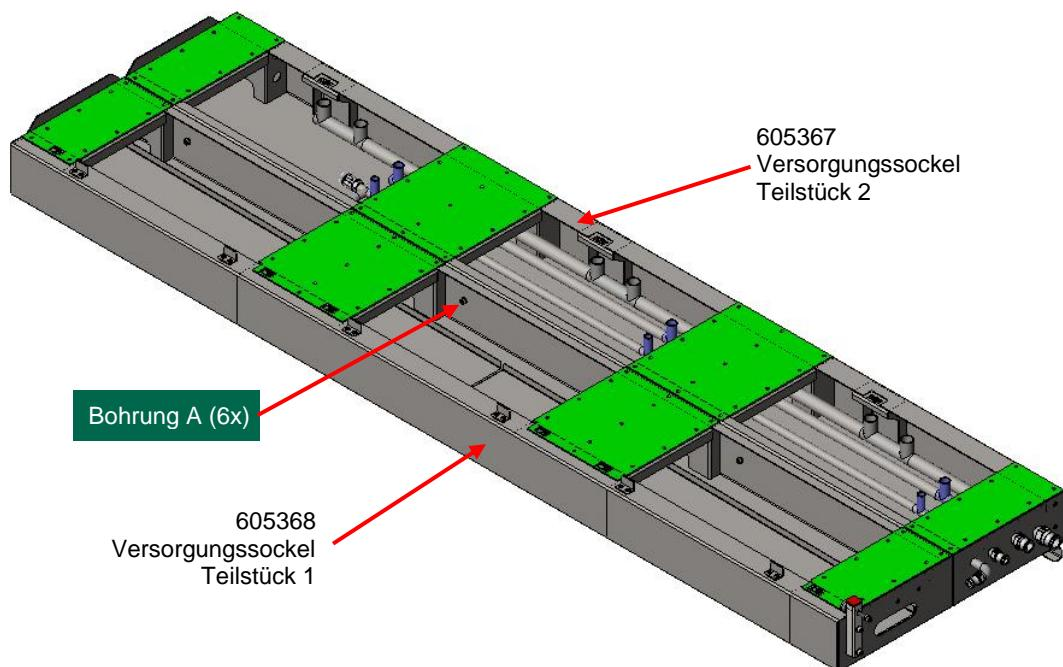

Abb. 4: Verschrauben der beiden Hälften des Versorgungssockels
- ♦ Legen Sie den Versorgungssockel Teil 1 und Teil 2 nebeneinander (siehe Abb. 4:)